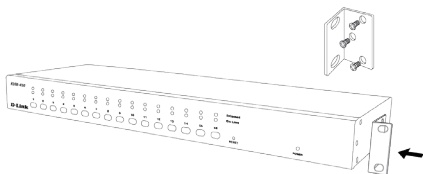

Figura 9. KVM-440 Painel Frontal
1. Prenda os suportes de montagem dos lados do Switch KVM com parafusos. (Ver Figura 9)